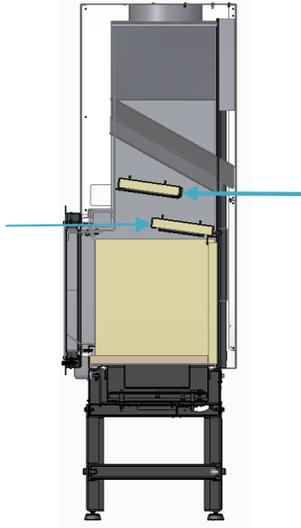

Figura 11
g) Verifique que las placas deflectoras estén en la posición correcta, Figura 11. **Tenga en cuenta:** las placas pueden haberse movido durante el transporte;